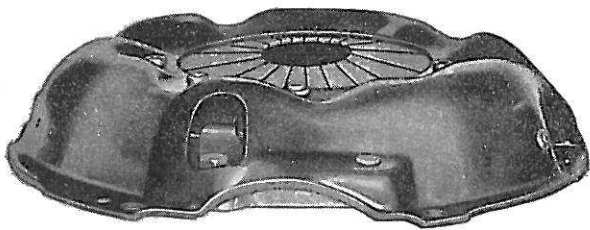

Figure 3. Embrayage Borg & Beck
Les voitures de tourisme Volvo sont équipées d'un embrayage monodisque à sec qui existe en plusieurs modèles différents. Deux de ces modèles sont indiqués sur les figures 3 et 4. Concernant les butées de débrayage qui conviennent à chacun des types d'embrayage, prière de se référer au catalogue des Pièces de Rechange. Sur les embrayages d'ancien modèle, voir Planche A, le plateau de pression (22) est commandé par trois leviers de débrayage (31), qui sont actionnés par la pédale d'embrayage (18) par l'intermédiaire d'un système de commande. La pression nécessaire sur le plateau de pression est exercée par six robustes ressorts d'embrayage (24). La butée de débrayage (25) est guidée par un prolongement tubulaire sur le couvercle de l'arbre primaire de la boîte de vitesses.